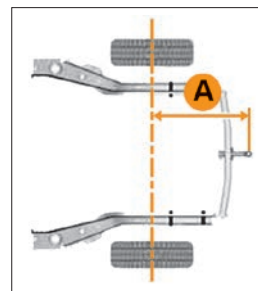

Рис. 5.17.1. Схема размещения ТСУ (в варианном исполнении)
- выдержать расстояние **A** (рис. 5.17.1) от оси задних колес до центра шаровой опоры по оси 995...1065 мм;